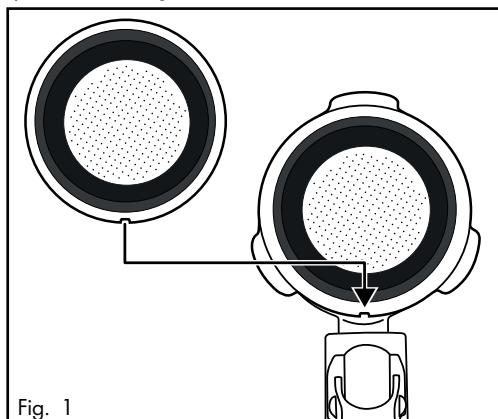

Fig. 1
- Badare che il piccolo intaglio presente sul filtro per espresso grande **19** o piccolo **20** all'atto dell'inserimento si trovi sopra l'intaglio presente sul portafiltro **18** (fig. 1).